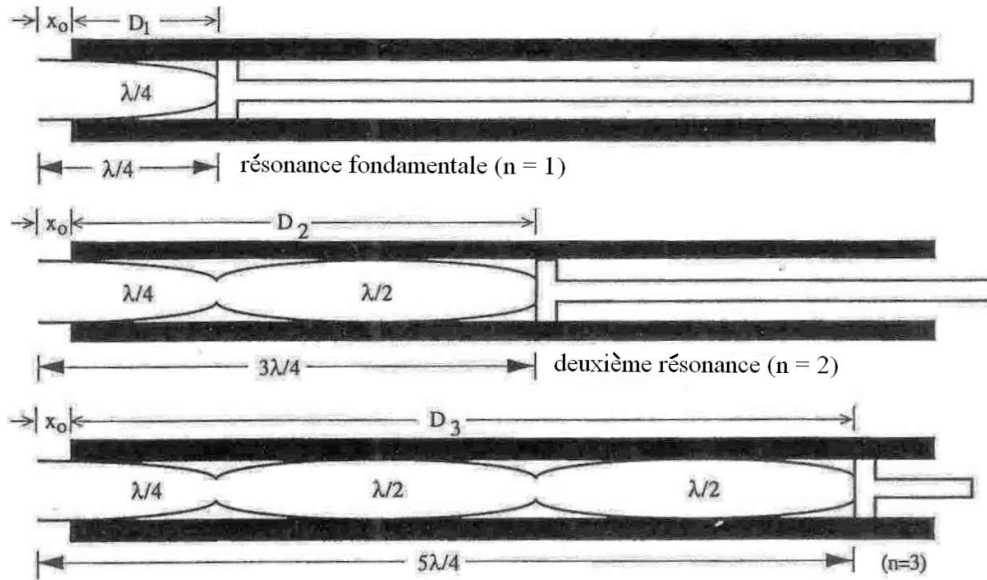

Figure 3 Distances successives pour les ondes stationnaires dans un tuyau fermé.
On considère que la relation (1) est encore valide entre la vitesse du son, v , sa fréquence f et de sa longueur d'onde λ . La longueur d'onde λ peut être déterminée expérimentalement à l'aide des ondes stationnaires, tel qu'illustré à la Figure 3, ci-dessous.
Pour une onde sonore d'une fréquence donnée (par exemple, par un diapason), la longueur d'onde sera fixe et une onde stationnaire sera établie seulement pour des longueurs de tuyau spécifiques, tel qu'illustré à la Figure 3. Pour une longueur d'onde donnée λ , ces résonances sont établies quand la longueur L_n de la colonne d'air est un *multiple impair de quarts de la longueur d'onde*⁴ :
Remarquez qu'en pratique, la longueur totale L_n d'une colonne d'air est plus grande que la longueur D_n de la chambre d'air à l'intérieur du tuyau parce que le centre du ventre à l'extrémité ouverte est situé à l'extérieur du tuyau d'une distance x_0 . De la Figure 3, nous voyons que le décalage x_0 est tel que que
2. Frappez le diapason et tenez-le près de l'ouverture du tuyau, tout en déplaçant le piston dans le tuyau. Pour certaines longueurs du tuyau, une résonance (un son fort) sera entendue. Pour chaque diapason, obtenez ainsi les longueurs D_1 , D_2 , et D_3 , illustrées à la Figure 3. Si la fréquence fondamentale du diapason est la seule présente, les longueurs D_n seront dans un rapport de 1:3:5.